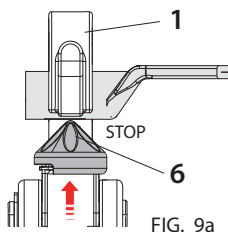

FIG. 9a
- Posizionare il connettore in battuta contro la matrice superiore (1).
- Premere 2 volte consecutive il pulsante di azionamento (3) (Rif. a Fig 5) per avviare il motore: il pistone avanza progressivamente fino a portare il punzone (6) a contatto col connettore, quindi il motore si arresta automaticamente (STOP) (Rif. a Fig. 9a).